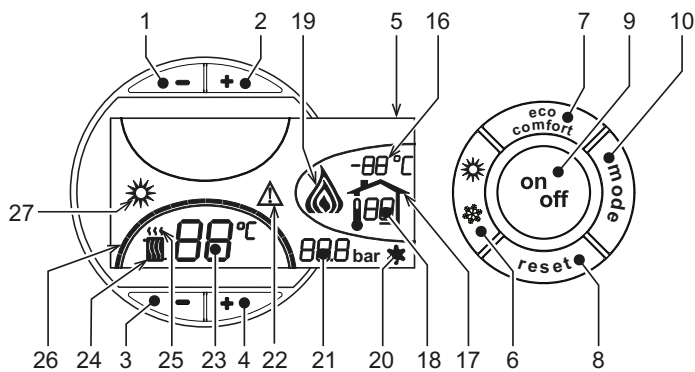
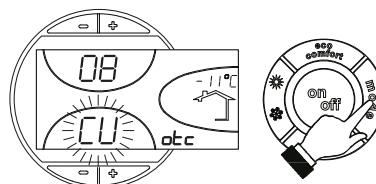
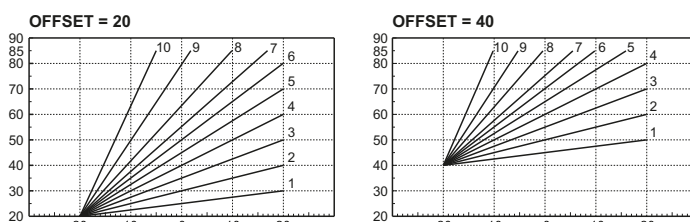

рис. 1 - Панель управления
рис. 9 - Кривая погодозависимого регулирования
рис. 12 - Пример параллельного смещения кривых погодозависимого регулирования
Нажмите клавишу **on/off** (поз. 9 - рис. 1) в течение 1 секунды.
Для повторного включения котла снова нажмите клавишу **on/off** (поз. 9 рис. 1) в течение 1 секунды.
- Нажмите кнопку ВКЛ/ВЫКЛ (9 - рис. 1)
Нажмите клавишу **Лето/Зима** (поз. 6 - рис. 1) на 1 секунду.
На дисплее высвечивается символ "Лето" (поз. 27 - рис. 1). При этом котел будет вырабатывать только воду для ГВС. Остается активной система защиты от замерзания.
Для выключения режима "Лето" вновь нажмите клавишу **Лето/Зима** (Поз. 6 - рис. 1) на 1 секунду.
Температура в системе отопления регулируется в пределах от 30°C до 80°C с помощью клавиш (дет. 3 и 4 -)рис. 1.
Температура в системе ГВС регулируется в пределах от 10°C до 65°C с помощью клавиш (поз. 1 и 2 - рис. 1).
При установке внешнего датчика (опция) на дисплей панели управления (поз. 5 -) выводится рис. 1 текущая внешняя температура, измеряемая этим датчиком. При этом система управления котлом работает в режиме "Плавающая температура". В этом режиме температура воды в системе отопления регулируется в зависимости от внешних климатических условий с тем, чтобы обеспечить максимальный комфорт и экономию энергии в течение всего года. В частности, при увеличении температуры наружного воздуха уменьшается температура подаваемой в систему отопления воды в соответствии с определенной "характеристикой компенсации".
В режиме плавающей температуры величина, заданная с помощью клавиш регулировки отопления (поз. 3 и 4 - рис. 1), становится максимальной температурой воды системы отопления. Рекомендуется устанавливать ее на максимальную величину, чтобы позволить системе выполнять регулировку во всем полезном рабочем диапазоне.
При однократном нажатии на клавишу **Режим** (поз. 10 - рис. 1) отображается фактическая компенсационная кривая (рис. 9), которую можно изменить с помощью **клавиш системы ГВС** (поз. 1 и 2 - рис. 1).
При нажатии **клавиш регулировки температуры отопления** (поз. 3 и 4 - рис. 1) обеспечивается доступ к режиму параллельного изменения кривых (рис. 12), изменяемого с помощью **клавиш системы ГВС** (поз. 1 и 2 - рис. 1).
При повторном нажатии клавиши **Режим** (поз. 10 - рис. 1) осуществляется выход из режима регулировки параллельных кривых.
Если к котлу подключено устройство дистанционного управления с таймером (опция), вышеописанные регулировки производятся в соответствии с указаниями, приведенными в таблице 1. При этом на дисплее пульта управления (поз. 5 - рис. 1) высвечивается температура в помещении, измеряемая устройством дистанционного управления.
Выбор режимов ECO/COMFORT	При выключении режима ГВС с пульта ДУ котел переходит в режим "Эко-поту". В этих условиях клавиша Трис. 1 - на панели котла отключена. При включении режима ГВС с устройства ДУ с таймером котел устанавливается в режим Comfort. В этих условиях с помощью клавиши Трис. 1 - на панели управления котла можно выбрать любой из этих двух режимов.